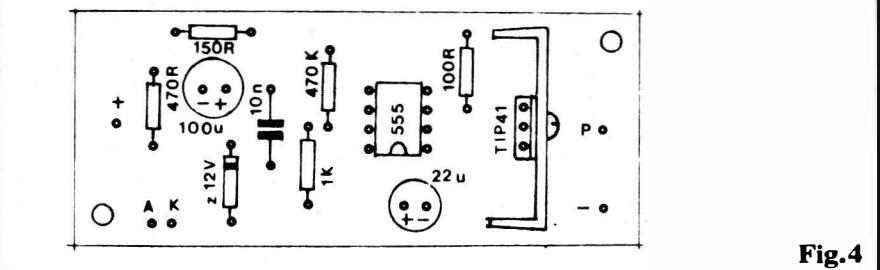

Fig.4
- FIG. 4 - "CHAPEADO" DA MONTAGEM - Agora vista pelo seu lado **não cobreado**, a placa do Impresso mostra todas as peças principais já em suas posições definitivas... Atenção aos seguintes itens: